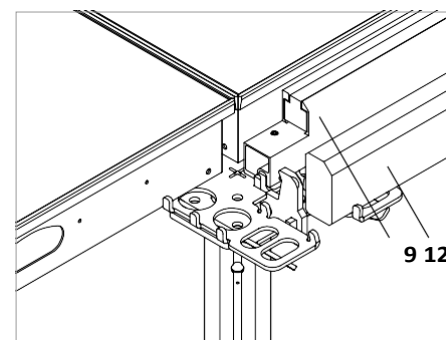

Fig. A5.13
- Краен трегер SRT (9) и греди SPH (12) или греди доставени от изпълнителя $b = 3.8 - 8$ cm и $h = 9.8$ cm. (Fig. A5.13)